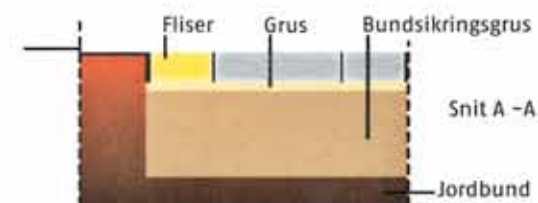

Fig. 7
Ud fra tegningen, fig. 7 og materialelisten på side 24 kan du løse beregningsopgaverne til højre. Til spørgsmål 3.8 kan du bruge beregningsarket på side 26. Du kan også opstille beregningen i et regneark på en computer.
- 5.4 Hvor mange m^3 jord skal der graves væk, for at der kan blive plads til terrassen? Se fig. 7.